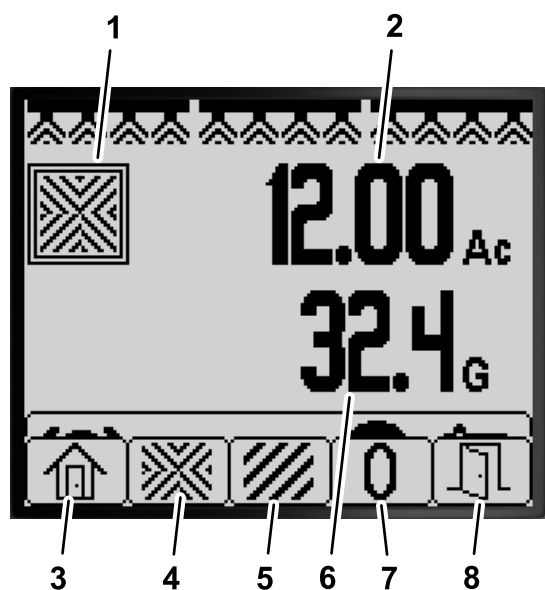

Figura 76
1. Sulla schermata Home tenete premuto momentaneamente un pulsante qualsiasi per aprire la barra del menu (Figura 75 e Figura 76).
2. Premete il pulsante 2 per aprire la schermata Superficie totale (Figura 76).
3. Usate i pulsanti dell'InfoCenter (Figura 76) per eseguire le azioni seguenti: